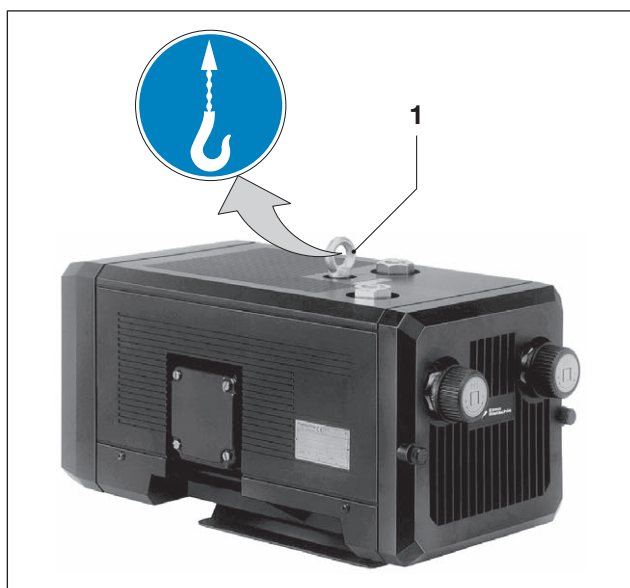

Fig. 1 Sollevamento e trasporto
- a) Serrare la vite ad anello (Fig. 1/2).